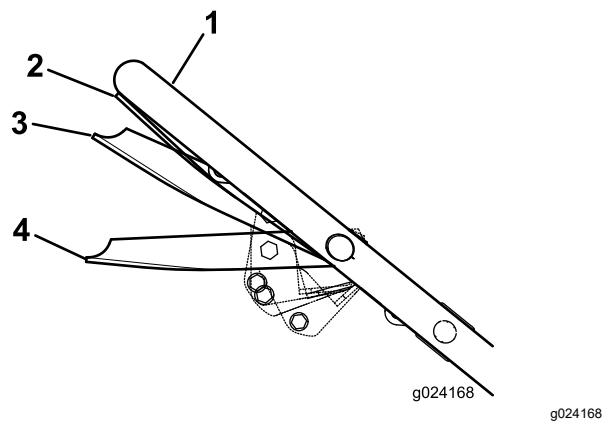

Figura 17
3. Apriete la barra de control de la cuchilla contra el manillar hasta la posición Marcha/avance (Figura 17).
Importante: Si cambia de velocidad mientras aprieta la barra de control de la cuchilla contra el manillar en la posición de Marcha/avance, podría dañar la transmisión. Mueva la barra de control de la cuchilla a la posición Marcha/cambio (Figura 17) antes de cambiar la velocidad de avance.